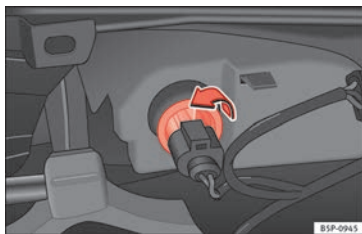

Fig. 188 Indicatore dal lato interno del paraurti.
- Girare il portalampade verso sinistra ed estrarlo seguendo il senso della freccia » **fig. 188.**